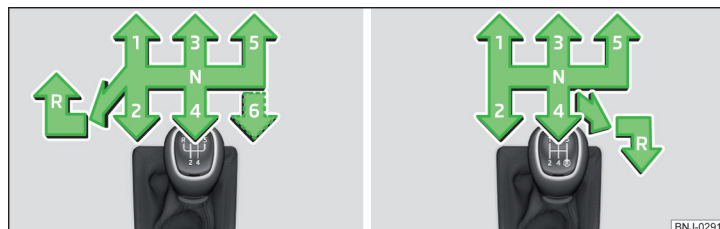

Fig. 197 Schema marce: Variante 1 (cambio a 5 / 6 marce) / variante 2 (cambio a 5 marce con motore 1,0 l MPI)
Sulla leva del cambio è raffigurato lo schema marce delle singole posizioni delle marce » **fig. 197**.
- Premere completamente la leva del cambio a sinistra e quindi in avanti in posizione **R** » **fig. 197**.